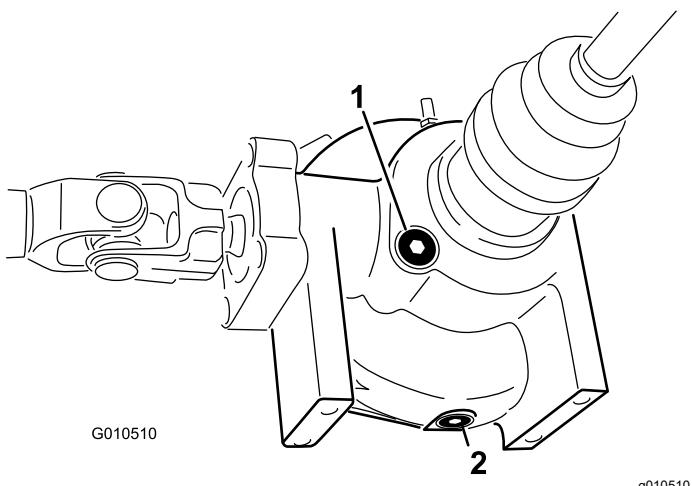

Figure 52
2. Nettoyez la surface autour du bouchon de vidange sur le côté du différentiel (Figure 52).